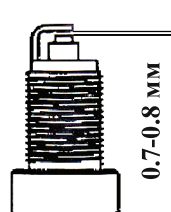

рис. 4
- рекомендуется проверить величину межэлектродного зазора, который должен составлять 0,7-0,8 мм (рис.4). При существенном отклонении величины зазора от указанной, необходимо его отрегулировать (восстановить) или заменить свечу;